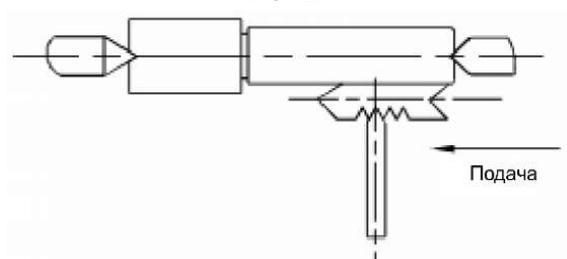

Рис. 22
10.5. Нарезание резьбы (Рис. 22)